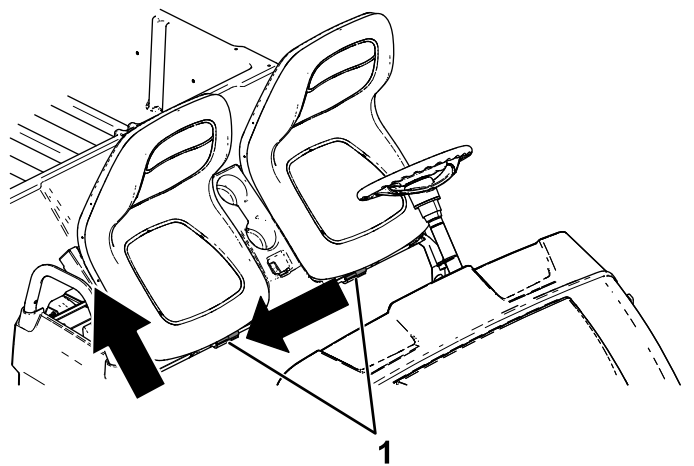

Figura 2
2. Fate scorrere il gruppo sedile sul lato estraendolo dai perni e sollevatelo (Figura 2).